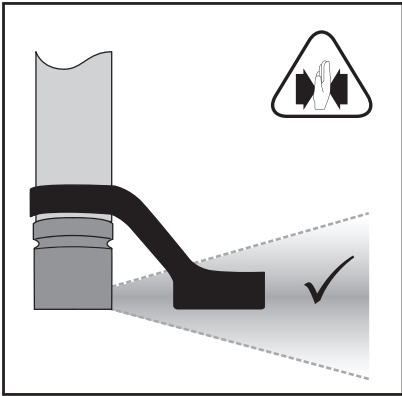

Figure 3A
- The standard reaction bar is designed to provide the ideal fixed reaction point when used with a standard length socket. See Figure 3A.
- La barra de reacción estándar se ha diseñado para proporcionar el punto de reacción fijo ideal cuando se utiliza con una boca de una longitud estándar. Consulte la ilustración 3A.
- La barre de réaction standard est conçue pour assurer un point de réaction fixe idéal lorsqu'elle est utilisée avec des douilles de longueur standard. Reportez-vous à la Figure 3A.